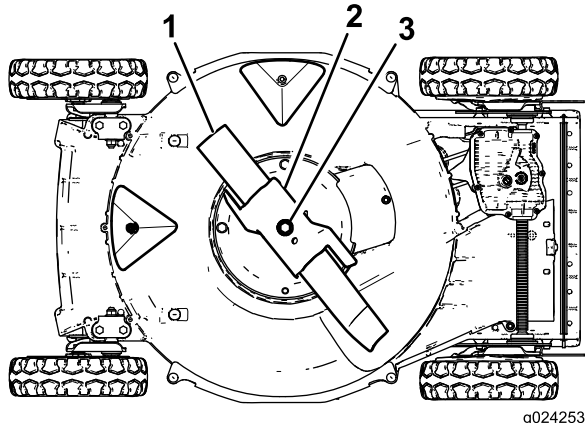

Figure 22
4. Basculez la machine sur le côté **droit** (filtre à air en haut), comme montré à la Figure 22.